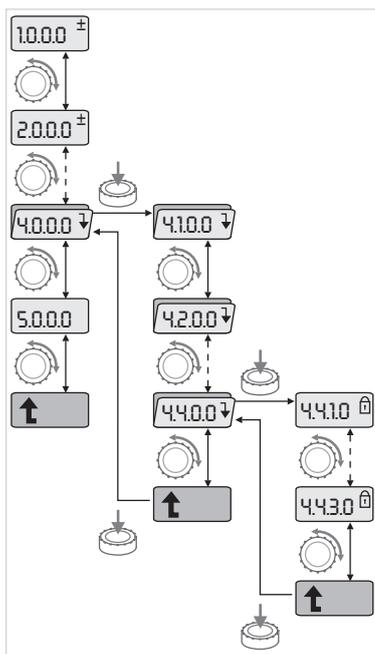

Fig. 43: Navigationseksempel
- Gennemfør den generelle navigation i menuen på følgende måde (eksempel, se Fig. 43):